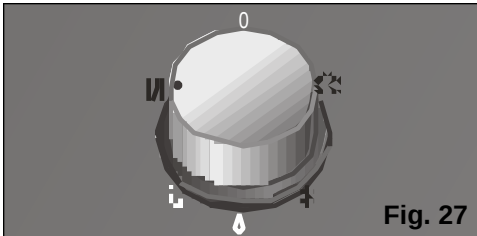

Fig. 27
- ☐ Selezionate la funzione riscaldamento. **Fig. 27**.